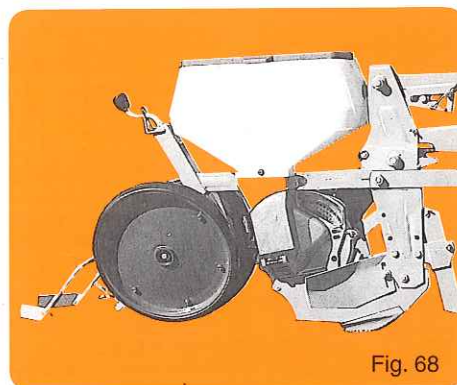

Fig. 68
- Roues inclinées autonettoyantes (fig. 68) : se montent en remplacement des roues tôle.
- Self-cleaning V rubber press wheels (fig. 68) : can be mounted instead of steel press wheels.
- Schrägandruckrollen in Farmflexausführung (Abb. 68) : lassen sich anstelle der Blechandruckrollen montieren.